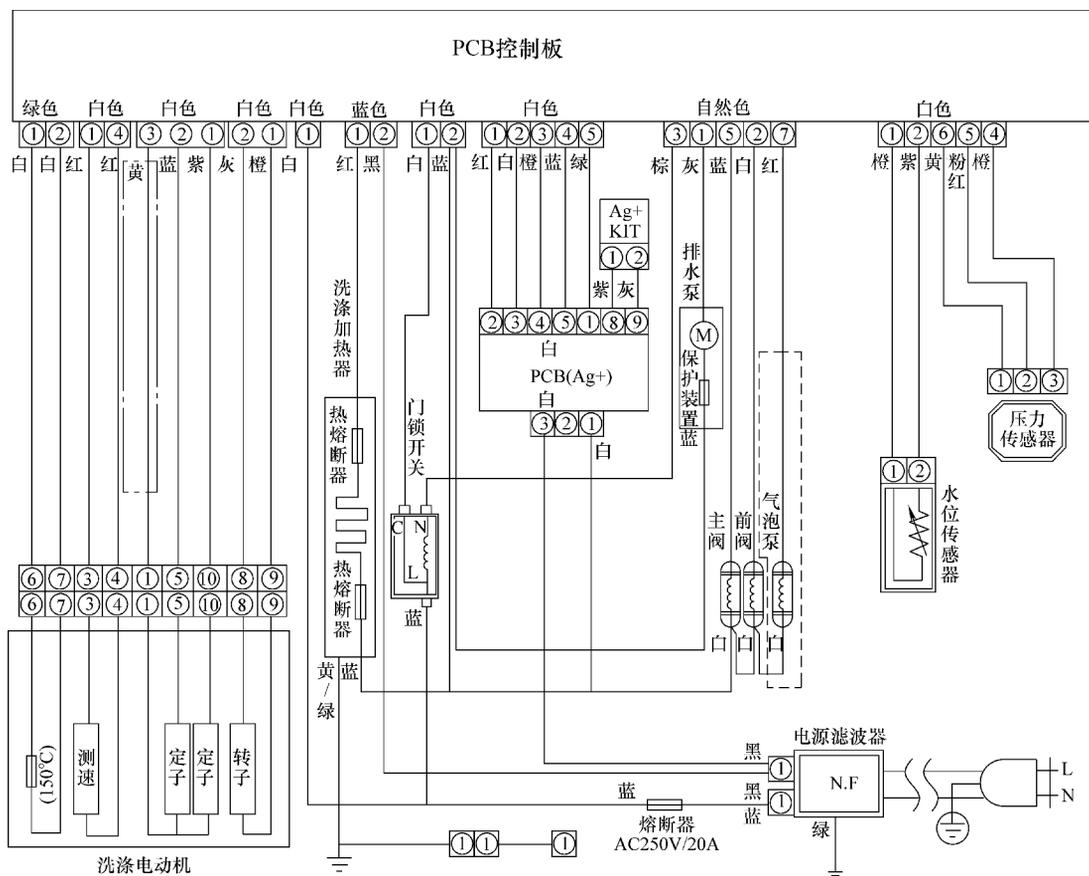

图 6-67 三星 WF1600WCS 型前置式滚筒洗衣机电路原理图
**【附注】**三星 WF1600WCS 型前置式滚筒洗衣机电路原理图如图 6-67 所示。